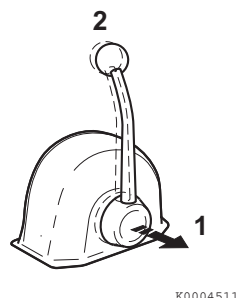

Abbildung 18
Wird der Hebel herausgezogen (**Abbildung 18, (1)**), kann die Motordrehzahl ohne Betätigung der Kupplung gesteuert werden. Die Kupplung bleibt auf der NEUTRAL- bzw. Keine-Last-Position. Drehen Sie den Knauf (**Abbildung 18, (2)**) entgegen dem Uhrzeigersinn, um den Hebel zu bewegen, oder im Uhrzeigersinn, um den Hebel zu arretieren.